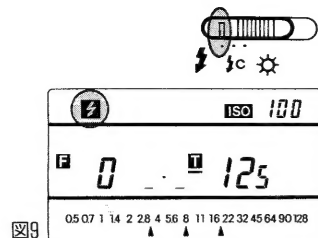
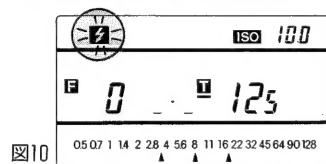

図9
図10
- (1)モード切換えスイッチを **⚡** マークに合わせ電源スイッチをONしてください。(図9)
- (2)フラッシュ光のコード接続測定モードと同じです。
- (3)
- (4)
- (5)測定ボタンを押すと **⚡** マークが点滅し測定待機状態となります。(図10)